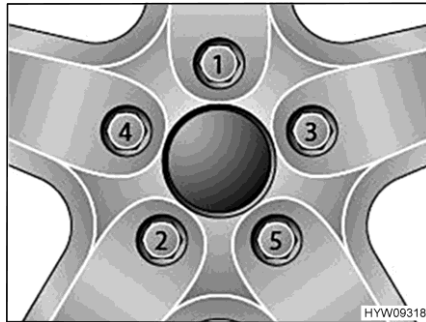

Bild 169 Dra fast hjulmuttrarna eller hjulbultarna korsvis
- Dra fast hjulmuttrarna eller hjulbultarna i den ordning som anges i Bild 169. Använd en momentnyckel och observera det angivna åtdragningsmomentet (se avsnitt 13.6.2).
- Kontrollera regelbundet att hjulmuttrarna eller hjulbultarna är ordentligt åtdragna. Om du har bytt däck ska hjulmuttrarna eller hjulbultarna dras åt efter 5 mils körning. Följ den ordning som anges i Bild 169.
- Då nya eller nylackerade fälgar används bör hjulmuttrarna eller hjulbultarna dras åt efter ca 100 till 500 mil. Följ den ordning som anges i Bild 169.
- ▷ Dra åt hjulmuttrarna eller hjulbultarna korsvis (Bild 169).